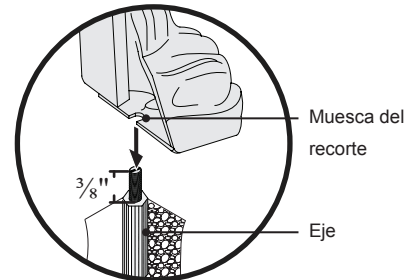

Figura 5. Anclaje de la bañera zapatillas
- 2 Baje lentamente la unidad hacia abajo sobre el suelo, asegurándose de que los ejes y los recortes muesca alinear correctamente (Figura 5).